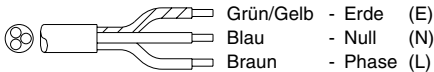

Abb. 2
- (Abb. 2) Bei 220V-240V 1 Phase/null mit Steckeranschluss
- (Abb. 2) Bei 220V-240V 1 Phase/null (3-adriges Kabel)
Zu Abbildung 2 ist zu bemerken:
Die 3-adrige Stromschnur (Abb. 2) besitzt folgenden Adercode: